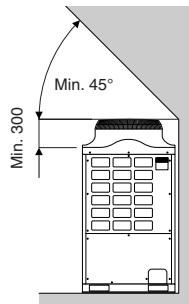

Fig. 2-4
(2) Yüksekteki engeller (Fig. 2-4)